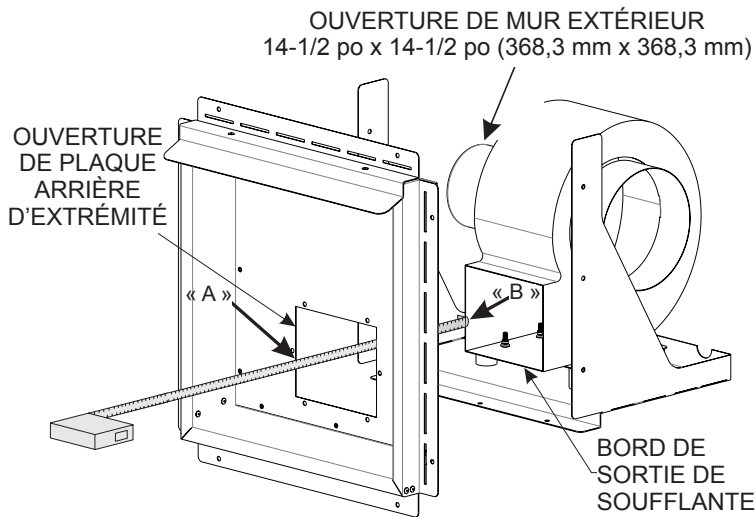

Figure 16
20. Repérer les deux moitiés du conduit d'air. Pour déterminer la longueur nécessaire de ce conduit, mesurer la distance entre la sortie du logement de la soufflante et le rebord interne de l'assemblage d'extrémité extérieure. **Voir Figure 16.**